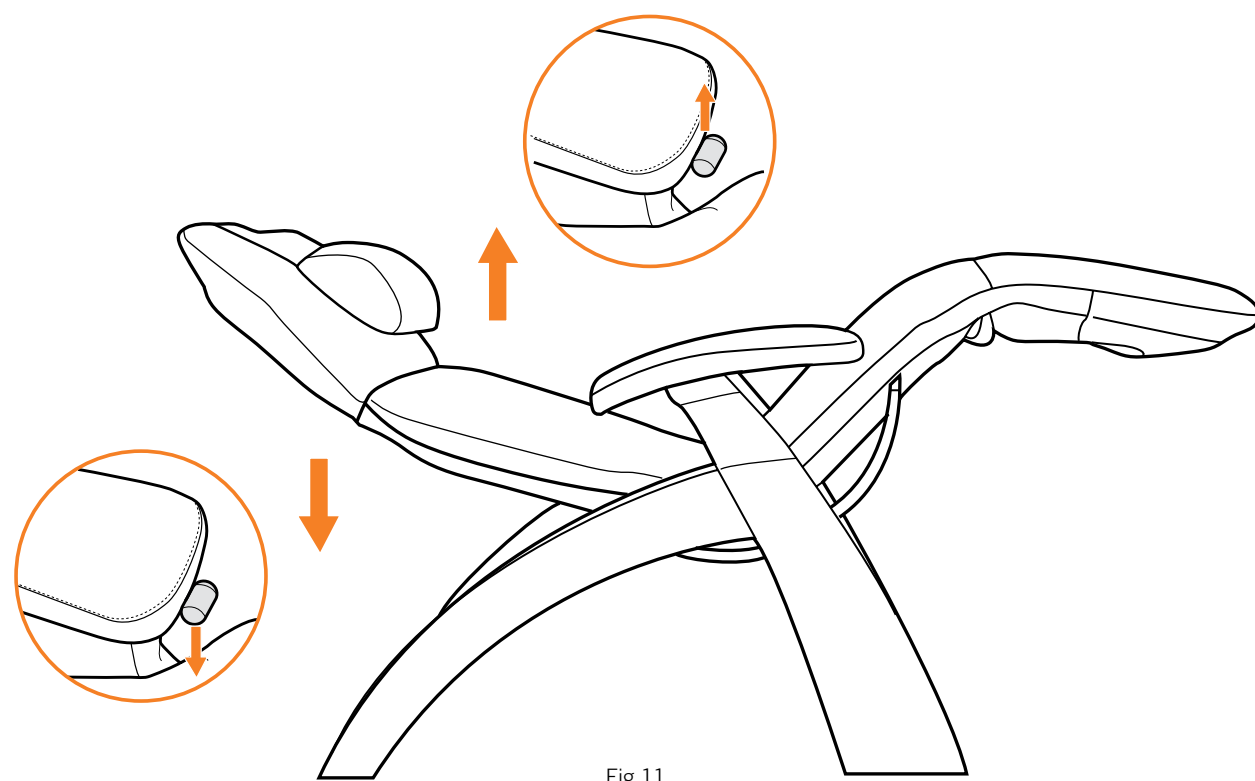

Fig.11
1. Retirez les deux vis collées avec du ruban sur la face intérieure du protège-accoudoir droit. Repérez la patte sur la face intérieure, à l'extrémité arrière du protège-accoudoir; cette patte s'aligne avec la fente correspondante sur l'arrière du noyau d'accoudoir. Insérez la patte dans la fente, puis pressez le protège-accoudoir sur le noyau d'accoudoir (Fig.11).
Avant de régler l'angle d'inclinaison, assurez-vous que rien ne se trouve directement derrière ou sous le fauteuil. Poussez doucement sur le levier d'inclinaison électrique pour incliner le fauteuil vers l'arrière, ou tirez sur le levier pour l'incliner vers l'avant. Relâchez le levier lorsque vous avez atteint l'angle désiré. Le fauteuil s'arrête automatiquement lorsque vous atteignez l'inclinaison maximale ou la position verticale. En position complètement relevée, le repose-jambes se plie automatiquement vers l'intérieur pour faciliter l'entrée et la sortie du fauteuil (Fig.11).